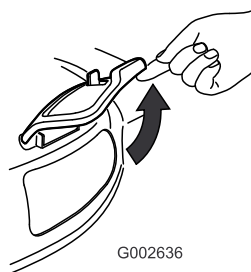

Рисунок 35
2. Поднимите боковую выпускную дверцу, чтобы открыть ее (Рисунок 35).